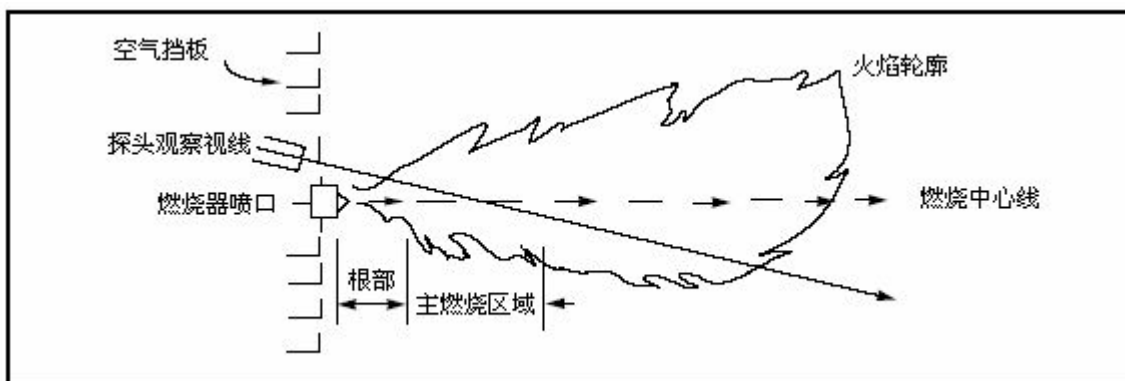
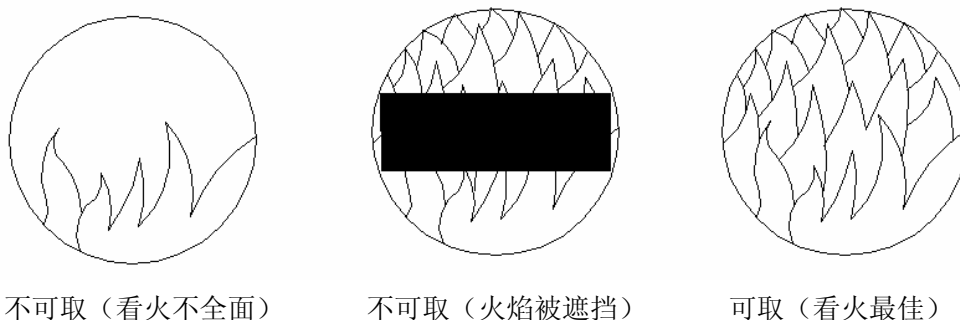

图 3 燃烧器探头视线
图 5 火焰必须完全覆盖观察管全屏
1. 当探头瞄准时，探头的视线与燃烧器中心线相交成一个很小的角度（如 5 度）并且最大限度看到主燃烧区，可获得最佳效果。如图 3 所示。
5. 观察管的大致位置确定后，在燃烧器护板上开一个可使 2 英寸管通过的观察孔。从孔中看过去，如果导流板挡住了视线，应修改导流板，确保在所有的燃烧工况下视线无障碍，如图 3 和图 5 所示。注意：修改导流板之前，应与燃烧器制造商协商。